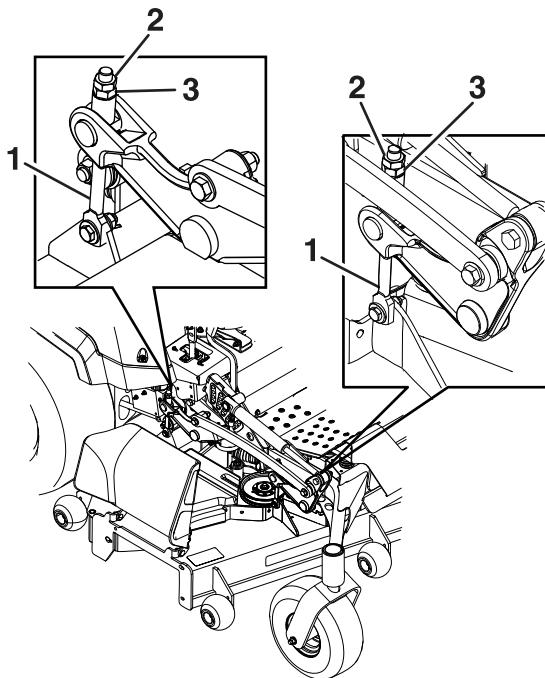

Figura 77
8. Haga pequeños ajustes, si es necesario, girando la tuerca de ajuste del conjunto de elevación delantero de la carcasa (Figura 77).